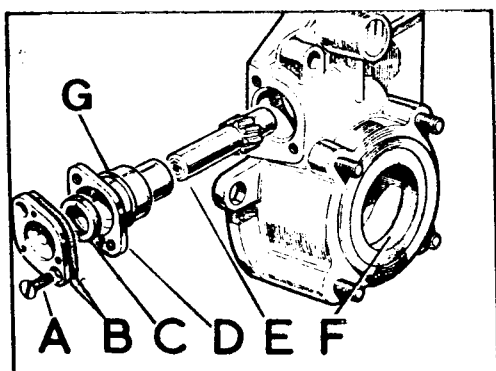

Fig. C1-23 Caja y mando del velocímetro
- 1.1. Desmontar los tornillos de fijación, A (Fig. C1-23) y extraer el conjunto piñón del velocímetro, E, y manguito, D, desmontando de éste, el retén de aceite, C, y el anillo tórico, G.
- 1.2. Desmontar el retén de aceite, F (Fig. C1-23) de la caja del velocímetro.